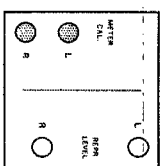

Fig. 6.4-4
- Mit Reglern METEER CAL. L + R (Fig. 6.4-4) links und rechts VU-Meter auf 0 VU eichen.
- Adjust potentiometers METEER CAL. L + R (fig. 6.4-4) to obtain a 0 VU deflection on the respective VU-meter.